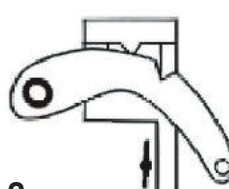

Fig.2
Prendendo tutte le precauzioni necessarie, prendere il carico con il martinetto (sollevare leggermente il carico) e, assicurandosi che la maniglia sia in posizione **COMPLETAMENTE VERTICALE**, far scattare il chiavistello reversibile (20), in modo che sia in posizione "GIÙ", ovvero che la rientranza sulla serratura si sganci dalla tacca dell'interruttore di reversione (fare riferimento alla fig.2). Tenendo una presa salda sulla maniglia, sollevarla e abbassarla come per "sollevare un carico".